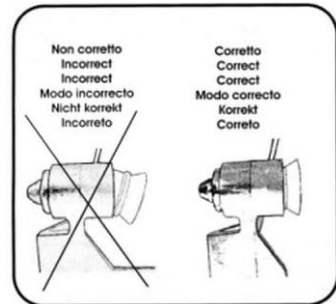

Fig. 15
16. Tryck in sugmunstyckets tätning djupt in i spiralen. Se till att locktätningen är korrekt placerad som visas i Fig. 15.